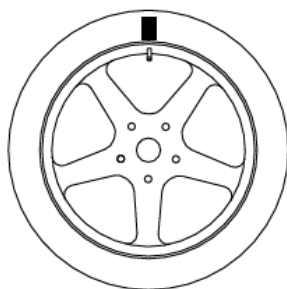

Рис. 5.4 Маркировка положения клапана на шине
- Установите клапан (ниппель) в положение «12 часов», отметьте положение клапана на шине мелом (см. рисунок 5.4);